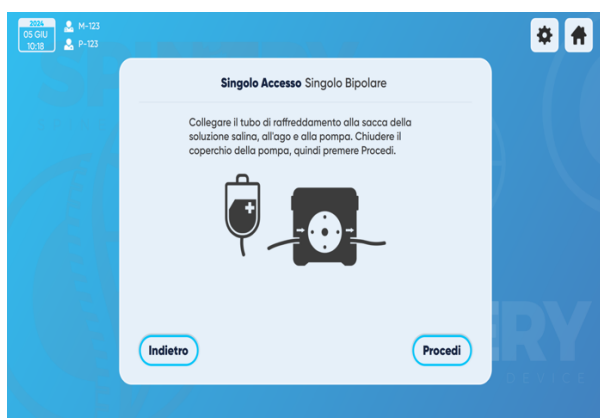

Figura 8 - Schermata di connessione del raffreddamento ad accesso singolo
4. Le istruzioni illustrate (Figura 8/9) chiedono di collegare la punta di collegamento del raffreddamento alla sacca salina da un'estremità alla sonda dall'altra estremità e di posizionare il tubo di propulsione nella pompa peristaltica.